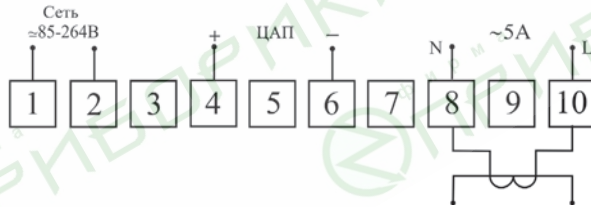

Рис. 4 – Клеммы подключения
1. Подключите прибор к исследуемой цепи в соответствии со схемами подключения (рис. 4–6).